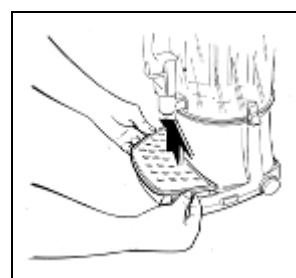

Fig. 6
- **P**er togliere la vaschetta raccogli gocce sollevarla e tirarla nel senso della freccia (fig. 6).